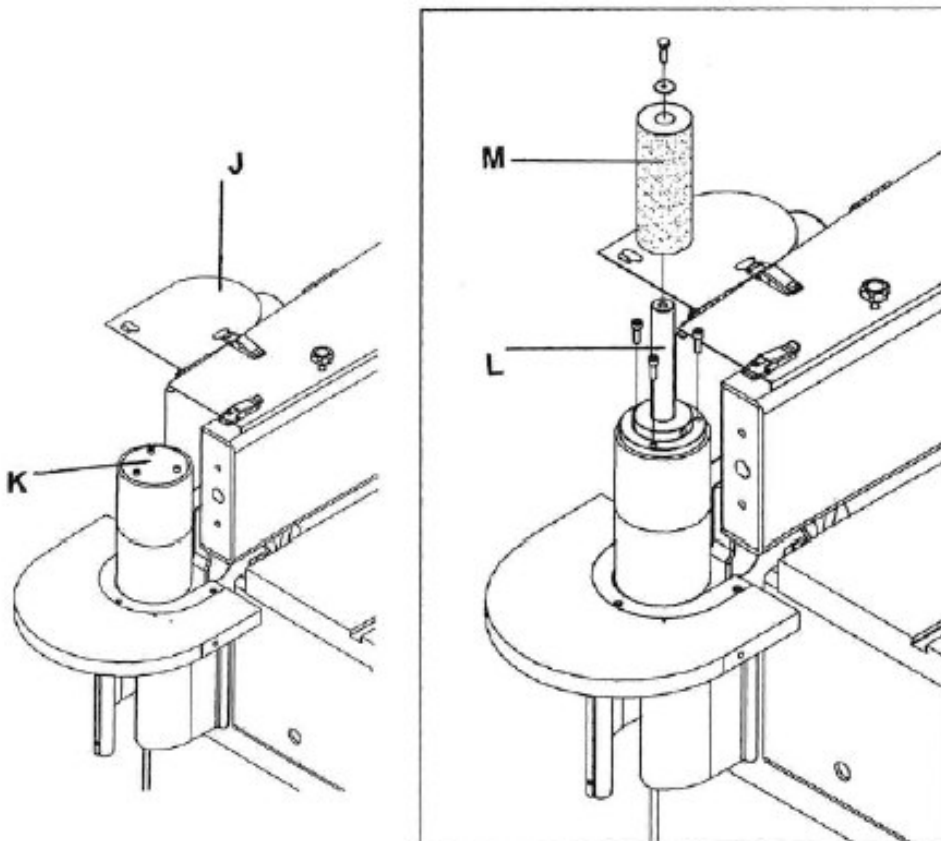

Abb.10-2: Rundsleifen
Schritt 1: Öffnen Sie die Abdeckung der Walze (Pos. J, Abb. 10-2) und befestigen Sie sie an der Klemmposition.
Schritt 2: Lösen Sie die drei Inbusschrauben. Nehmen Sie die Abdeckung der Spannrolle (Pos. K, Abb. 20-2) ab und montieren Sie die Spindel der Schleifwalze (Pos. L, Abb. 10-2), indem Sie die drei M5 x 15L-Schrauben festziehen.
Schritt 3: Setzen Sie die Gummitrommel (Pos. M, Abb. 10-2) ein, indem Sie eine Unterlegscheibe und eine Sechskantschraube verwenden. Dann können Sie mit dem Rundsleifer beginnen.